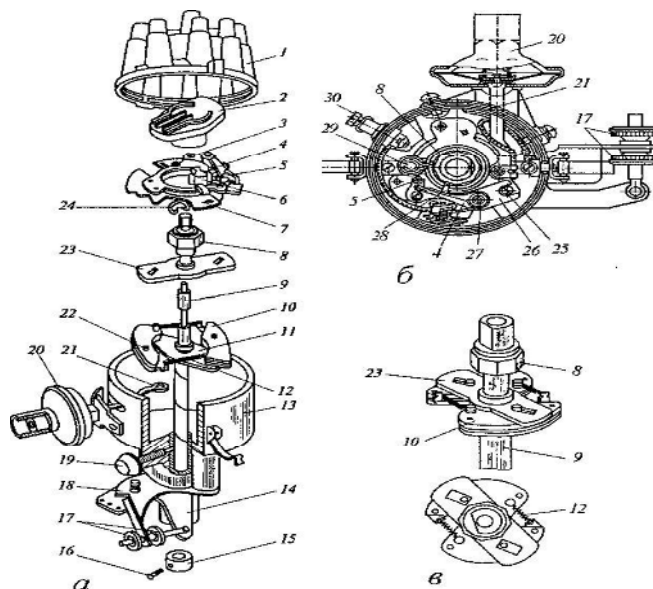

Рис. 2. Прерыватель-распределитель
10. На рис. 2, в показан:
11. Позициями 20, 27 (рис. 2, а, б) указан:
12. Регулировка момента зажигания в зависимости от нагрузки двигателя (РИС..2):
13. Корректировка угла опережения зажигания по октановому числу бензина (рис. 2):
14. Детали 2 (рис. .2):
15. Контактный болт 30 (рис.2) изолирован от:
16. Контакт между крышкой 1 (рис..2) и ротором 2 во вторичной цепи посредством: